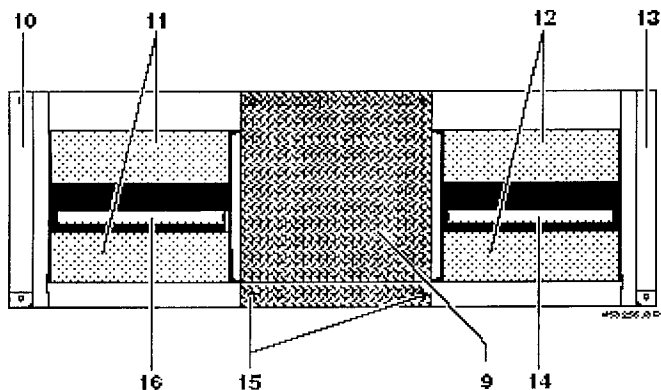

Fig. 3, Rollenpaar:
Het rollenpaar (8) is weergegeven in fig. 3